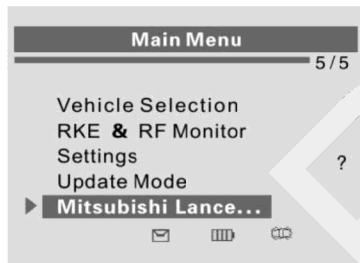

Рисунок 3-13
1) С помощью **кнопок прокрутки вверх/вниз** выберите пункт **Latest Scan [Последнее сканирование]** (в нашем примере — **Mitsubishi Lance**) в **главном меню** (см. рисунок 3-13), а затем поместите сканер вблизи штока клапана и нажмите кнопку **Y**, чтобы подтвердить выбор.